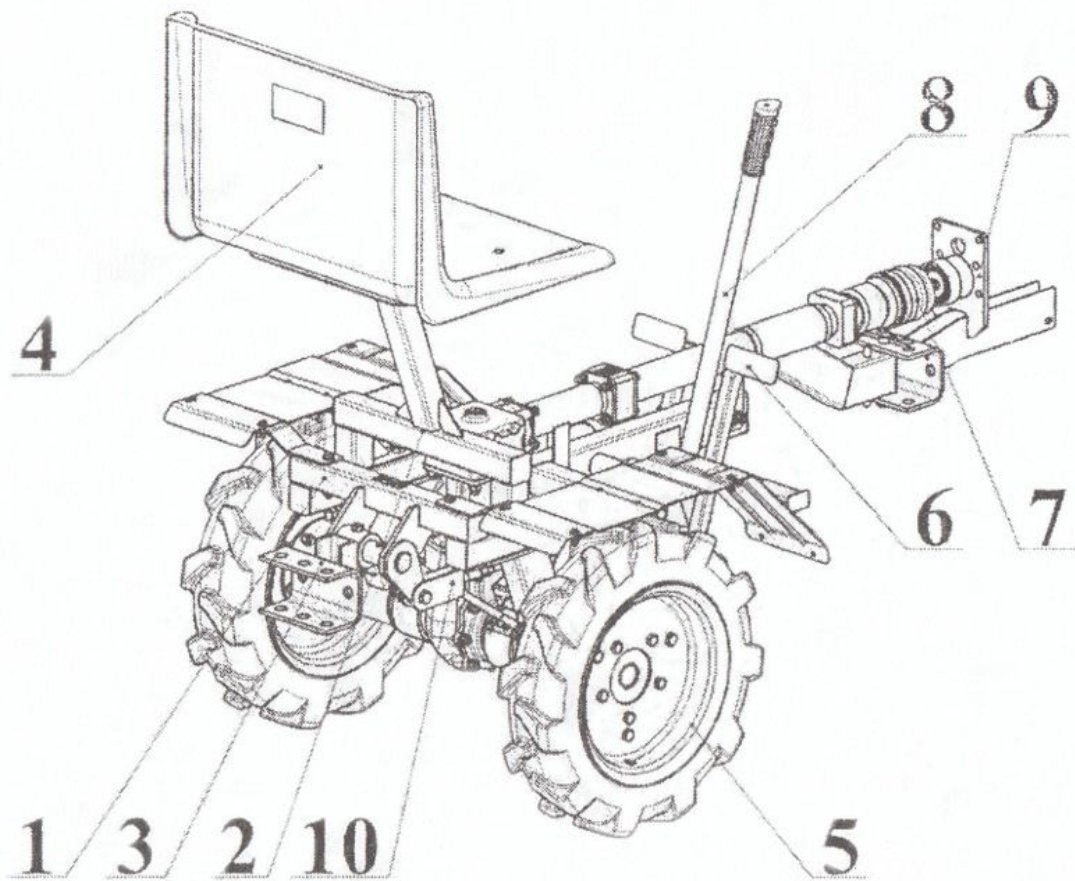

Рисунок 2
6.4 Для работы с навесным оборудованием (плуг, окучник и т.д.) установите на скобу сцепного устройства 3 (рисунок 2) навесное орудие, зафиксируйте шкворнем и отрегулируйте согласно его руководства по эксплуатации и посредством тяги 10.
7.2.1 Поднимите сцепное устройство 3 (рисунок 2) с помощью рычага подъемного механизма 8 и зафиксируйте его.